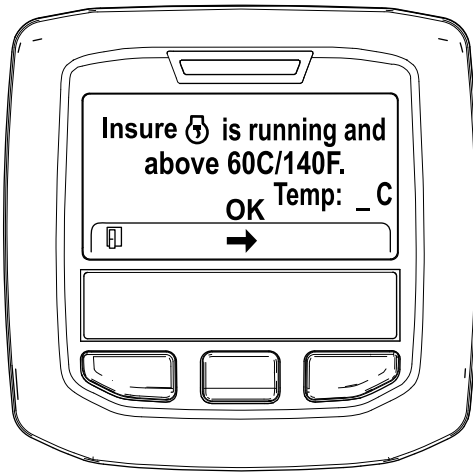

Figura 52
5. Se a temperatura do líquido de refrigeração for inferior a 60°C, surge a mensagem "Insure  is running and above 60°C/140°F" (Confirme que está a trabalhar e acima de 60°C/140°F) (Figura 52).